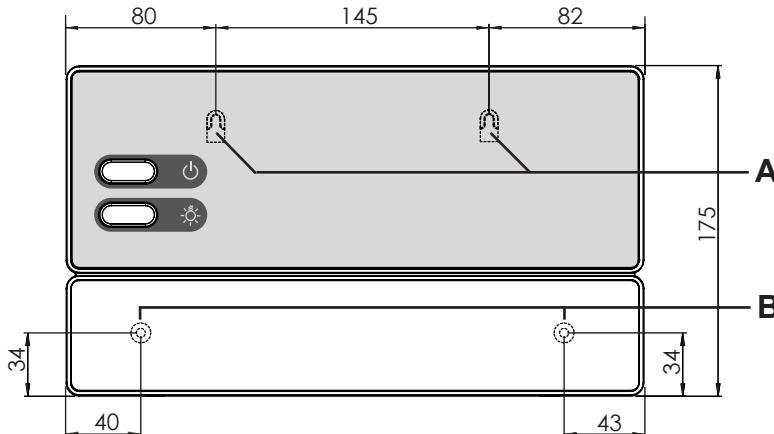

Fig.2 Position du dispositif de suspension et des ouvertures de montage (mesures en mm)
- Vissez deux vis cruciformes (16 mm) à une hauteur d'environ 1,70 m jusqu'à obtenir un écartement de 7 mm dans la paroi du sauna. L'espace entre les deux vis doit être de 145 mm (voir **Fig.2**).
- Accrochez la commande de sauna à l'aide du dispositif de suspension **A** aux vis cruciformes montées (voir **Fig.2**).
- Vissez deux vis cruciformes (16 mm) dans les ouvertures de fixation inférieures **B** (voir **Fig.2**).